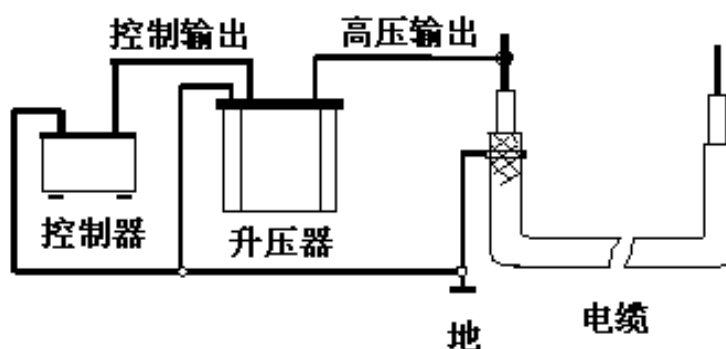

图 8 单相测量连线图
6、用随机附带的专用柔性连接电缆将试验设备与试品电缆按图 8 所示的方法相连接。合上电源，设定好试验频率、时间和电压以及高压侧的过流保护值、过压保护值，然后开始升压试验。升压过程应密切监视高压回路，监听试品电缆是否有异常响声。升